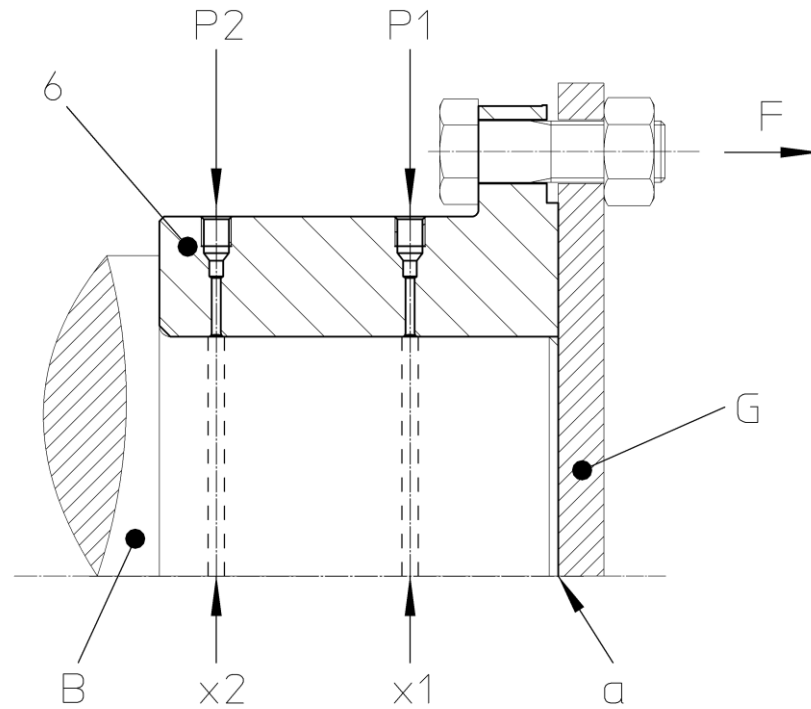

Abbildung 9-4 Nabe mit zylindrischem Ölpressverband demontieren
- Schraubstopfen (26) aus Nabe (6) entfernen (siehe Abbildung 9-4).
- Deckel (G) an Nabe (6) montieren.
- Nabe (6) kontinuierlich mit Kraft (F) in dargestellte Richtung ziehen, bis Nabe (6) demontiert ist.
- Hochdruck-Hydraulikpumpen von Nabe (6) entfernen.
- Deckel (G) von Nabe (6) demontieren.
- Schraubstopfen (26) in Nabe (6) drehen (siehe Abbildung 9-4).